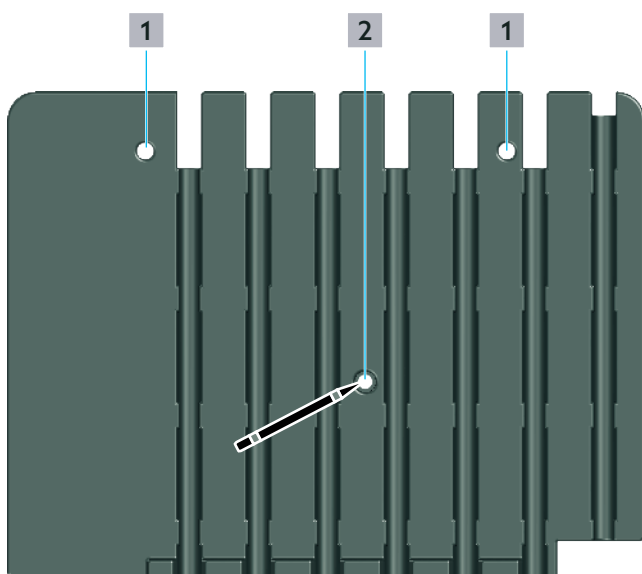

Fig. 7: Fixarea izolației
- 2 Marcați cu un creion punctul de fixare pentru șurubul cu diblu (poziția 2 din fig. 7 de la pag. 9).
- 1 Introduceți distanțierul (poziția 3 din paragraful 6.1 de la pag. 8) în decupajul pentru șurubul cu diblu (poziția 2 din fig. 7 de la pag. 9).